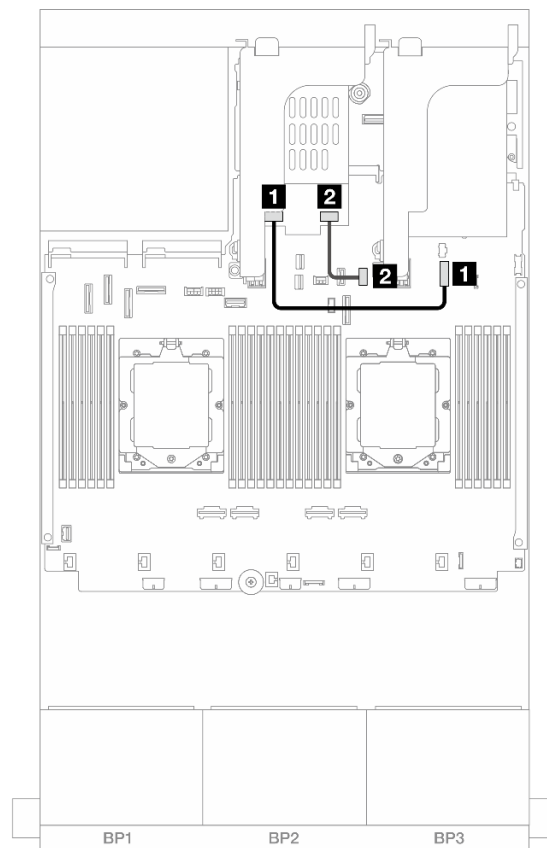

Abbildung 324. SATA-Kabelführung
- Abbildung 324 „SATA-Kabelführung“ auf Seite 386